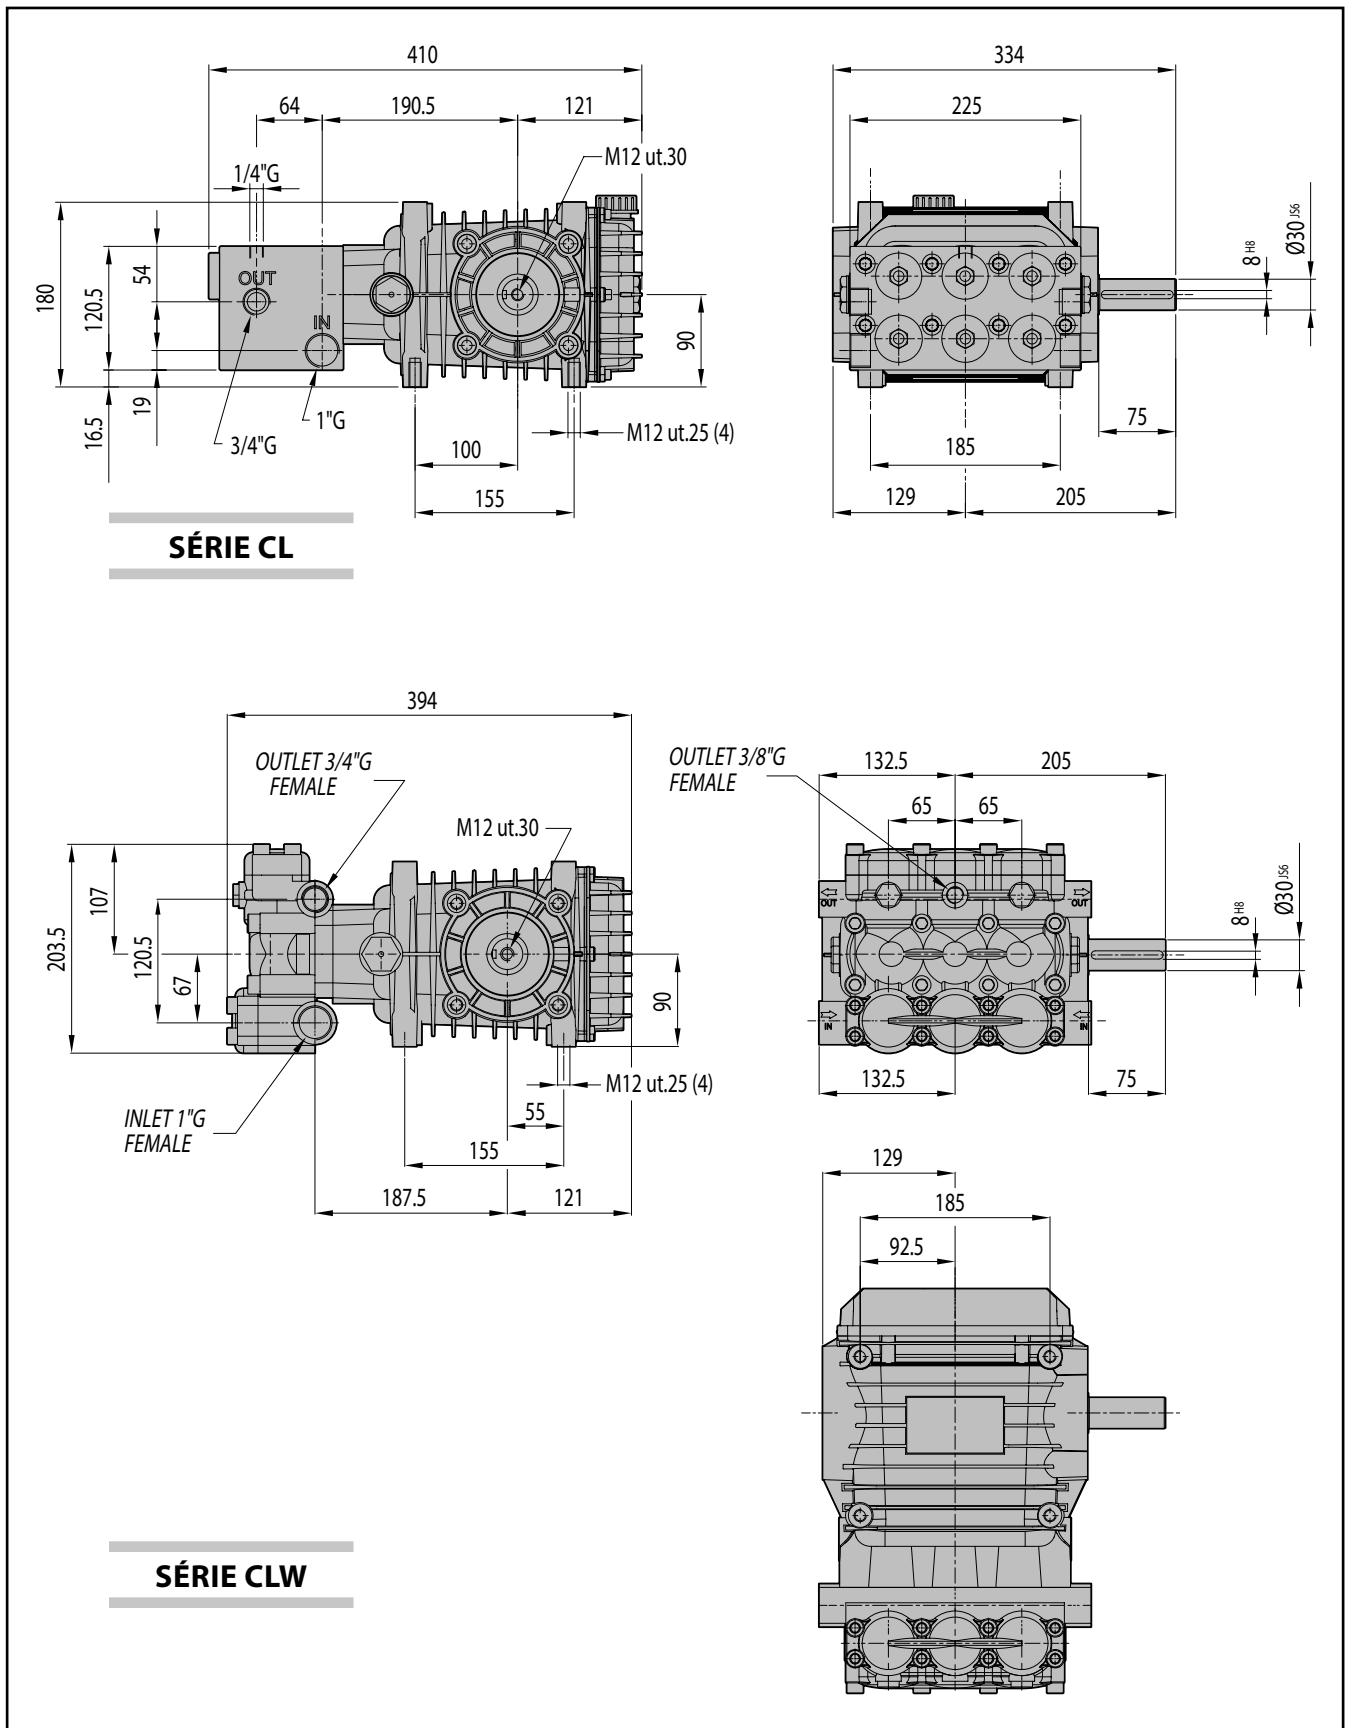

Fig. 1
- A bomba deve ser fixada de uma forma estável. A base de apoio deve ser plana e suficientemente rígida para evitar desalinhamentos entre a bomba e o motor e vibrações durante o funcionamento. Para fixá-la utilize os quatro alojamentos presentes no cárter da bomba; as dimensões estão indicadas na fig. 1.
As dimensões principais da bomba estão indicadas na fig. 1.